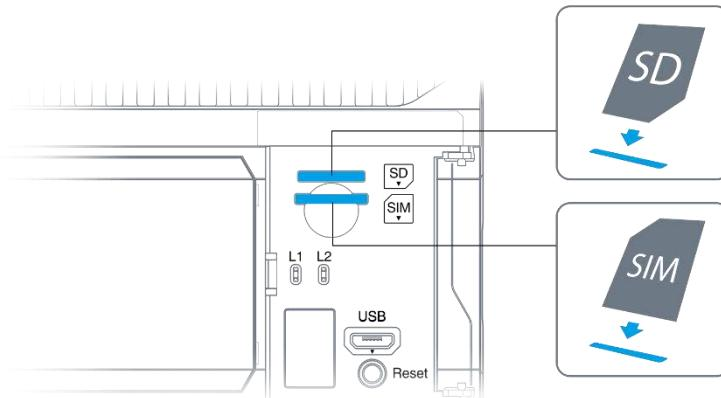

Рис. 55 –Установка и извлечение SD и SIM
- Сориентируйте карту как показано на Рис. 55;